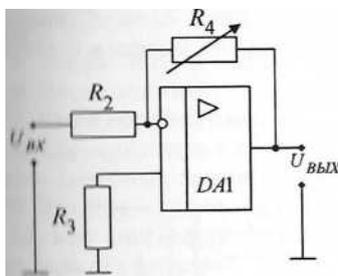

Рис. 3
3.1.1. Собрать схему инвертирующего усилителя, установив переключки согласно рис. 3. Подключить к входу (гнезда X9, XI4) и выходу (гнезда X10 и XI5) операционного усилителя мультиметры в режиме измерения постоянного напряжения. Установить переключатель *SA1* в соответствующее положение с учетом заданного преподавателем значения сопротивления *R4*.